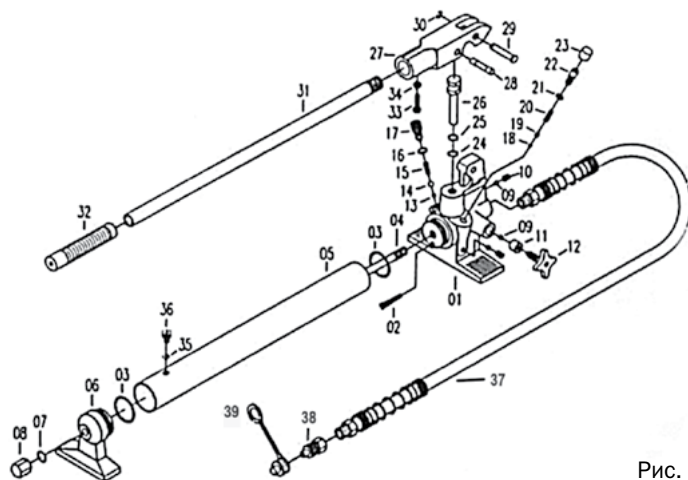

Рис. 2
3. Плотнo закройте управляющий клапан (Рис.2, п.12) поворотом его головки по часовой стрелке. Пожалуйста, делайте это аккуратно. Приложение большого усилия может привести к повреждению клапана.
4. Качая ручку насоса (Рис.2, п.31) вверх-вниз, создайте давление в насосе.
5. Для сброса давления откройте управляющий клапан (Рис.2, п.12) поворотом против часовой стрелки.
4. Не бросайте тяжёлых предметов на шланг (Рис.2, п.39) и не позволяйте шлангу перекручиваться.
1. Когда оборудование не используется, гидравлический насос (Рис.1, п.1) должен храниться с открытым управляющим клапаном (Рис.2, п.12)
2. Для проверки уровня масла приведите гидравлический насос в вертикальное положение. Извлеките масломерный стержень и определите по нему уровень масла. Если необходимо, добавьте гидравлическое масло в систему через заливной клапан (Рис.2, п.8), пока его уровень не дойдёт до верхней контрольной отметки уровня на стержне. Гидравлический насос на заводе был заправлен высококачественным гидравлическим маслом. Используйте только специальное веретённое масло.